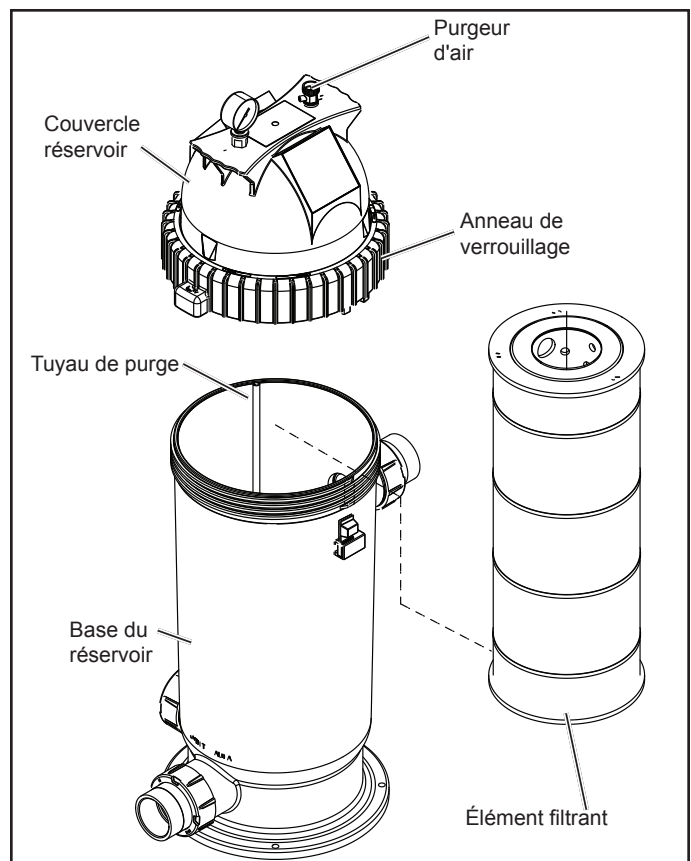

Figure 8. Retrait de l'élément filtrant
- Ouvrir le purgeur d'air sur le couvercle du réservoir du filtre pour éliminer toute pression à l'intérieur du réservoir et du système, voir la Fig. 8. Fermer toutes les soupapes d'isolement du filtre sur le système pour éviter une inondation.